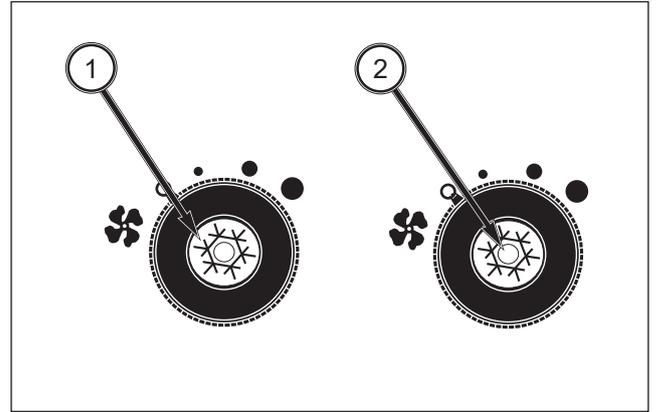

FIG. 138
FIG. 138: Para encender el aire acondicionado, pulse el botón (1). La luz del botón del aire acondicionado (2) se ilumina cuando el aire acondicionado está en marcha. Para encender el aire acondicionado, gire el interruptor de control de velocidad del ventilador a la posición ON.